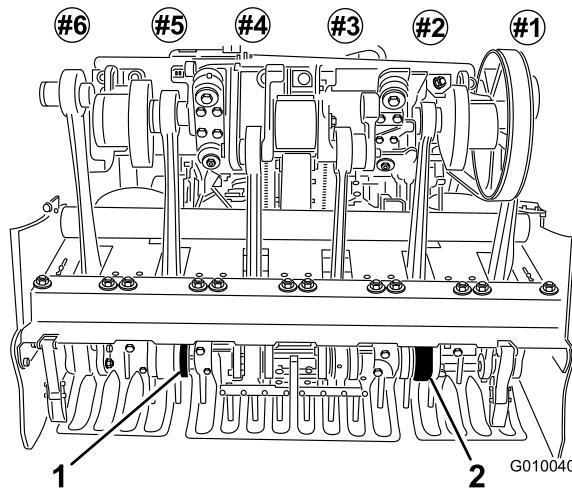

Figura 25
- Instale os dentes nos suportes de dentes #2 e #5 (Figura 25) Aperte os parafusos.